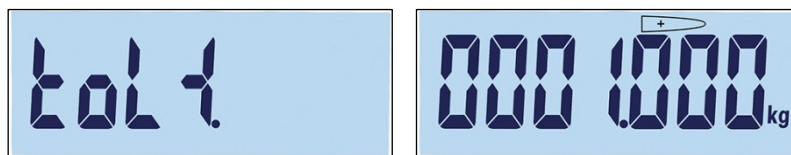

Abbildung 3-49: Bildschirme „tol+“ und Einstellung der positiven Toleranz
6. Die positive Toleranz (**Tol+**) wird im nächsten Bildschirm bearbeitet (Abbildung 3-49). Sobald der Wert eingestellt ist, drücken Sie auf , um mit dem nächsten Schritt fortzusetzen.